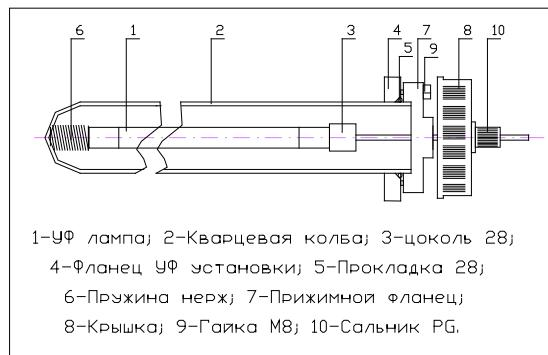

Рис. 2 Узел сборки ламп
4.2. На рис.2 представлен узел сборки УФ ламп. Гидроизоляцию кварцевого кожуха -2 в корпусе БО обеспечивает уплотнительная прокладка круглого сечения 5, поджатая с помощью трех гаек -9 фланцем -7.
6.4. При обнаружении протечки подожмите уплотнительную прокладку (5 на рис.2).
12.3. Поверните крышку – 8 (рис.2).